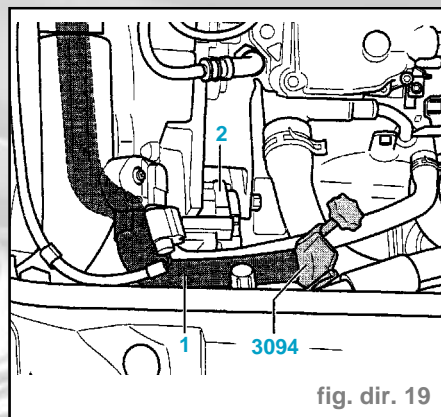

fig. dir. 19
- Débrancher le flexible d'aspiration - réservoir d'huile hydraulique/pompe à ailettes - avec l'outil spécial 3094 (fig. dir. 19).